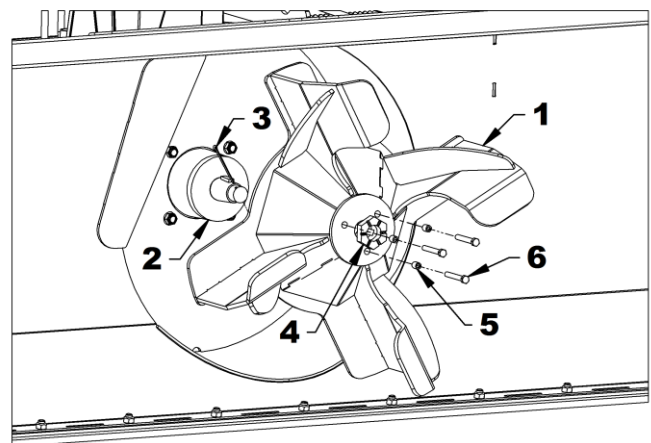

Figure 29
2. **Figure 29:** Retirer l'éventail (item 1) du moteur hydraulique (item 2) en retirant la goupille fendue 5/32" x 3" (item 3) et l'écrou crénelé 1 1/4" – 18 UNEF (item 4).
3. **Figure 29:** Si l'éventail (item 1) est bloqué sur l'arbre du moteur hydraulique (item 2), retirer en premier les trois vis 6 pans à tête cylindrique 1/2"NC x 7/8" (item 5) qui sont installées sur l'éventail et ensuite, utiliser trois boulons 3/8"NC d'au moins 2 3/4" de long (item 6) en les vissant les uns après les autres pour qu'ils poussent uniformément sur le moteur hydraulique, de sorte que l'éventail s'enlève tout en restant aussi droit que possible. Revisser sur l'éventail les trois vis 6 pans à tête cylindrique (item 5) retirées précédemment.